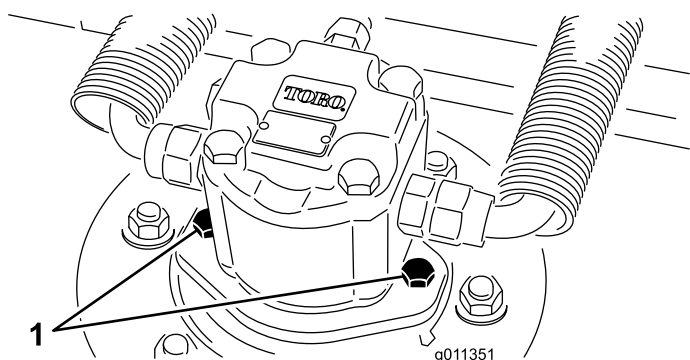

Рисунок 96
2. Отсоедините и снимите гидромотор с режущего блока (Рисунок 96). Накройте верхнюю часть шпинделя для предотвращения загрязнения.
4. Установите гидроцилиндр на деку (Рисунок 96). Убедитесь, что уплотнительное кольцо находится в штатном положении и не повреждено.